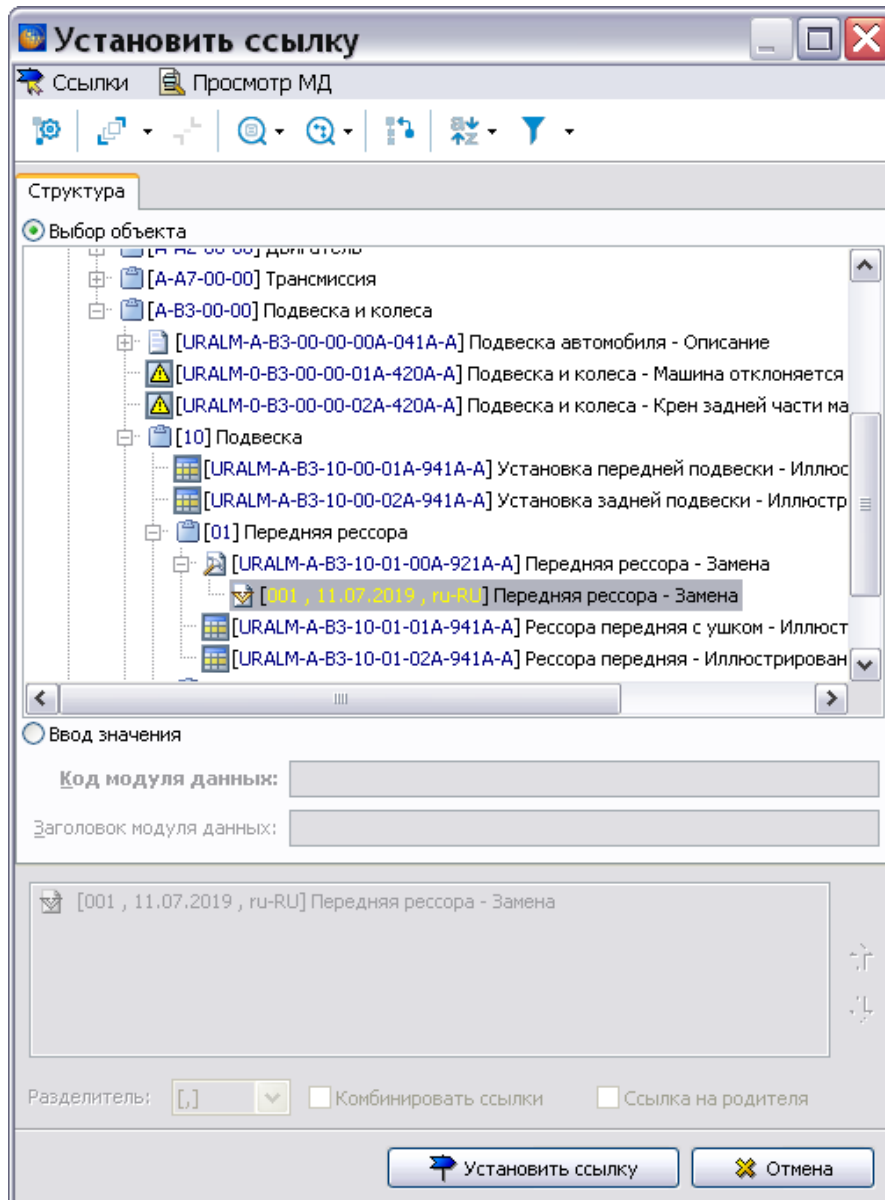

Рисунок 772
1) Нажмите на кнопку **Ссылка на модуль данных** . После этого откроется окно **Установить ссылку** (рисунок 772).